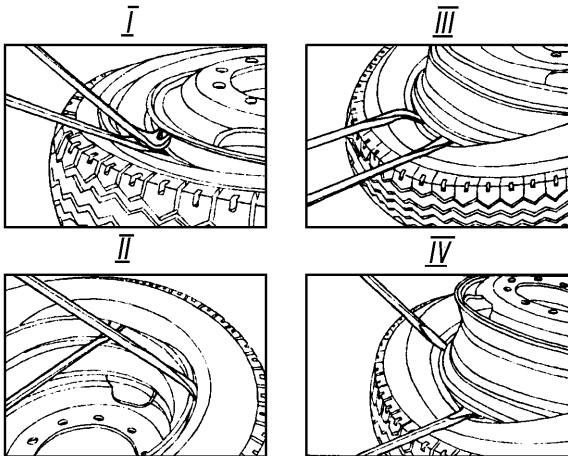

Рис. 38. Демонтаж колеса:
- вставить плоский конец прямой монтажной лопатки между бортовой закраиной обода и шиной, отжать борт шины вниз (рис. 38, I);
- на колесе, установленном диском вниз, осадить и сдвинуть верхний борт шины в монтажный ручей обода со стороны, противоположной вентилю. Далее, удерживая борт шины в ручье, одновременно с диаметрально противоположной стороны ввести между ободом колеса и бортом шины плоские концы монтажных лопаток на расстоянии не более 100 мм по обе стороны от вентиля. После этого сначала одной, а затем и второй лопаткой переместить часть борта за закраину обода (рис. 38, II);
- удерживая эту лопатку в таком положении, вставить вторую монтажную лопатку плоским концом между бортом шины и ободом на максимально возможном расстоянии от первой и также произвести отжатие колеса (рис. 38, III);
- повторяя предыдущую операцию полностью извлечь колесо из шины (см.рис. 38, IV).